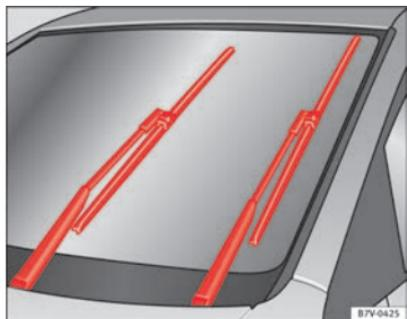

Fig. 137 Limpiaparabrisas en posición de servicio
- Conecte y desconecte el encendido y a continuación (antes de aprox. 9 seg.), desplace la palanca del limpiaparabrisas a la posición de barrido breve. Las escobillas se desplazan hasta la posición de servicio ⇒ fig. 137.